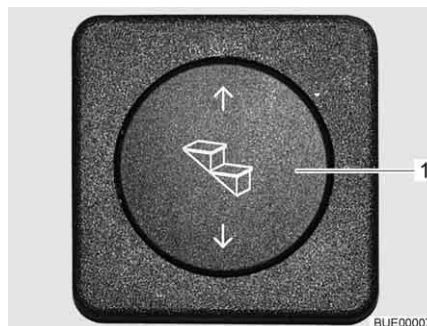

Fig. 10 Pulsante per il comando dello scalino di ingresso
- Estrazione:* ■ Premere in basso il pulsante basculante (Fig. 10,1) e tenerlo premuto (almeno 3 secondi), fino a che lo scalino di ingresso è stato completamente estratto.
- Inserimento:* ■ Premere in alto il pulsante basculante (Fig. 10,1) fino a che lo scalino di ingresso è completamente inserito.